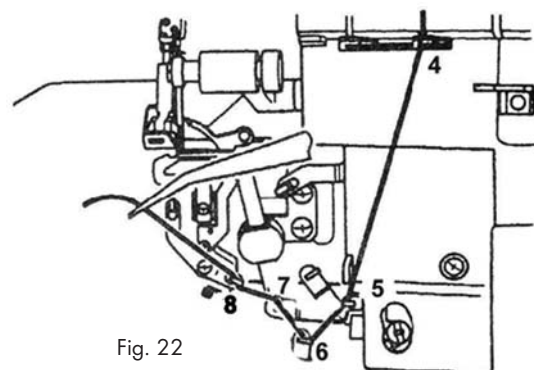

Fig. 22
5. Enfilez le fil dans l'espace du boucleur en suivant les marques jaunes (4 - 8) (Fig. 22).